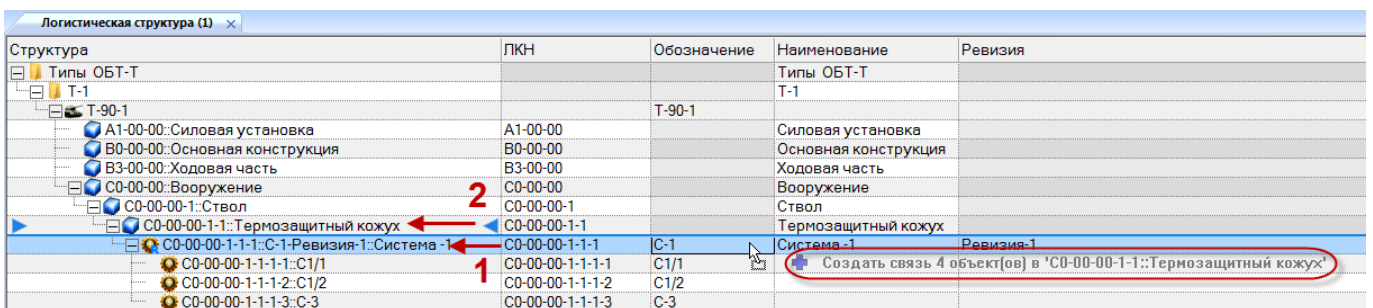

Рис. 10-55 – Переместить ревизию компонента в новое место ЛСИ
1) Переместить ревизию к нужному родительскому элементу (например, ревизию «Ревизия 1» компонента C1/1 на рис. 10-55). В качестве нового родительского элемента может быть использован прежний родительский элемент (в данном примере «Термозащитный кожух»).